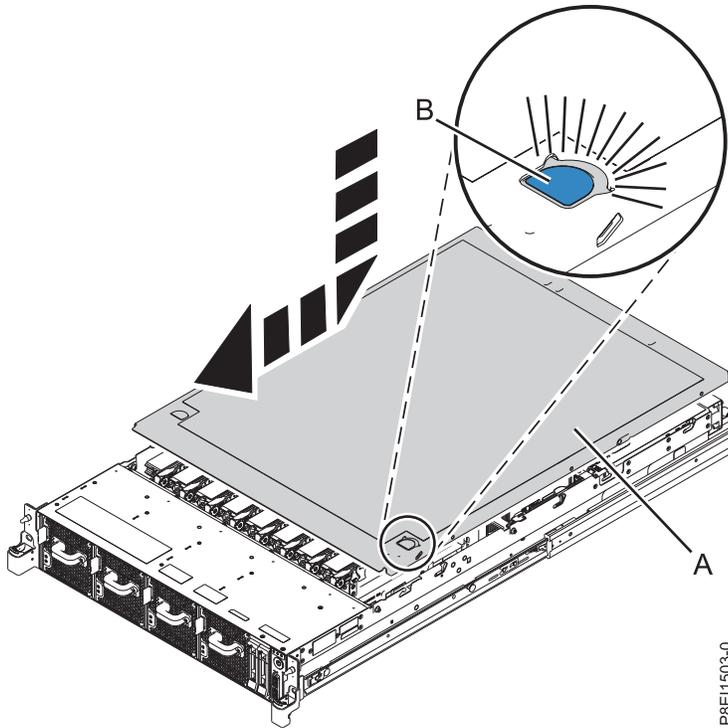

図 123. 保守アクセス・カバーの取り付け
2. ピンを押し下げてはめ込み、カバーをシステムの前部側にスライドさせて青色のリリース・ラッチ **(B)** を所定の位置にロックします ( 132 ページの図 123 を参照)。